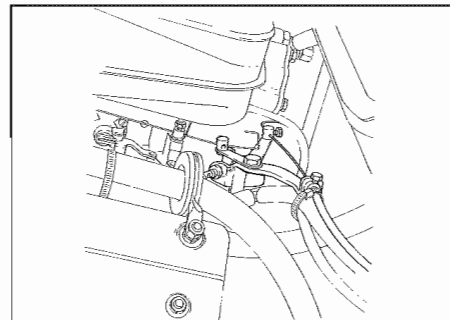

Fig. 10 - Cavo starter
- **Cavo starter:** agire sul morsetto di **Fig. 10**.
- **Choke cable:** act on holdfast of **Fig. 10**.